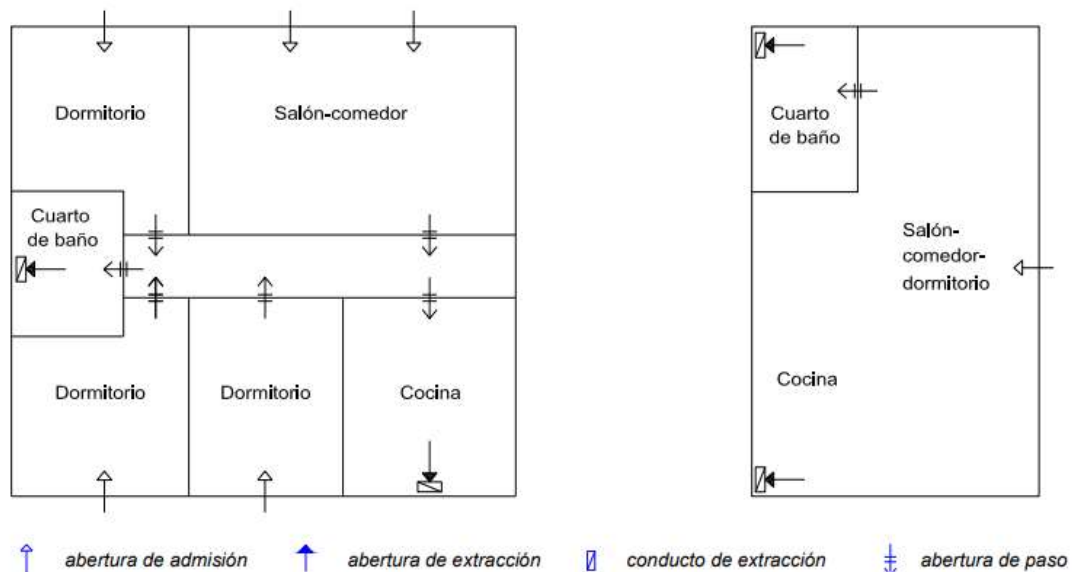

Figura 3.1 Ejemplos de ventilación en el interior de las viviendas
1.- Las viviendas deben disponer de un sistema general de ventilación que puede ser híbrida o mecánica con las siguientes características (véanse los ejemplos de la figura 3.1):